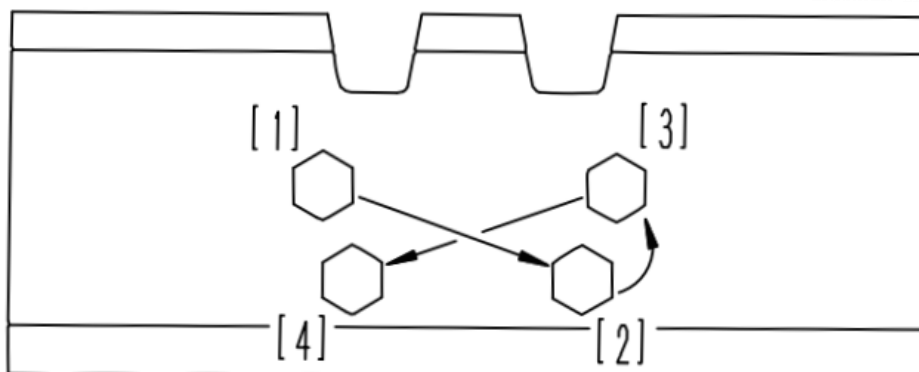

Рисунок 3.134. Схема затяжки крепежных болтов башмака гусеницы
- Затяжку болтов производить согласно схеме, представленной на рис. 3.134, моментом 500 -700 Н·м.